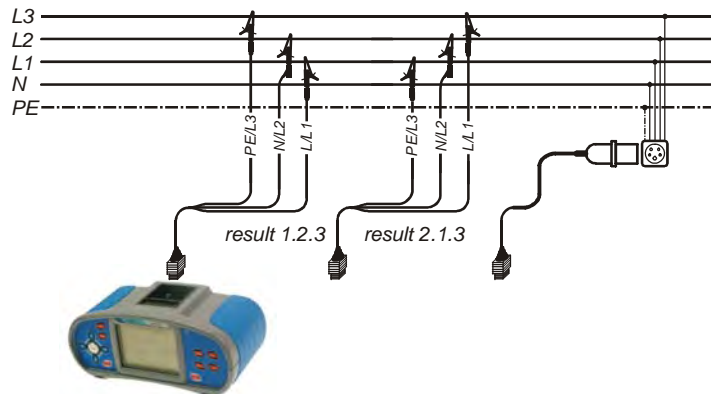

Abb. 5.27: Anschluss des Universalprüfkabels und des optionalen Adapters im Dreiphasen-System
- ❑ Schließen Sie die Prüfleitungen an die zu prüfende Anlage an (siehe Abb. 5.27 und 5.28).